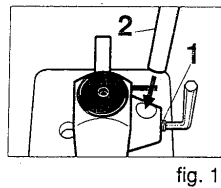

fig. 1
La Derivateuse est fournie assemblée à l'exception du levier 2. Pour l'assembler dévisser la vis 1 à l'aide de la clé à alène fournie. Insérer le levier 2 (voir fig.1) et le bloquer à l'aide de la vis 1.
Positionner la tête du rivet au centre du pointeau, abaissez le levier (2) (fig.1) lentement et sans accoups jusqu'à ce que le rivet soit sorti.